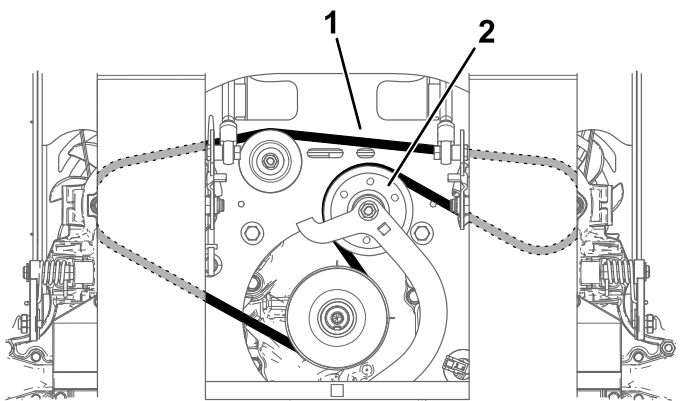

Figura 59
7. Retire la correa (Figura 59).
9. Instale la nueva correa, enrutándola alrededor de las poleas, como se muestra en la Figura 59.